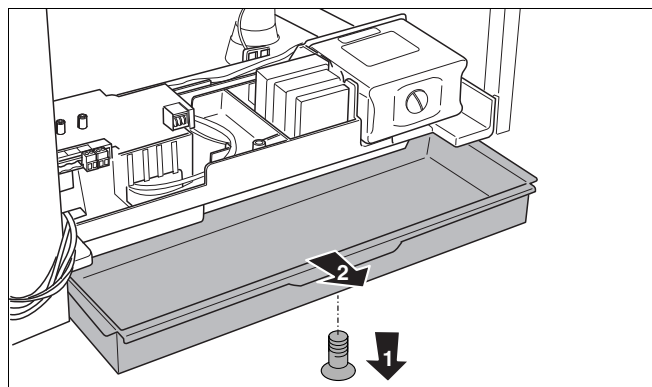

Fig. 44 Deschideți sertarul
- Desfaceți șuruburile (fig. 44, pasul 1).
- Deschideți sertarul (fig. 44, pasul 2).